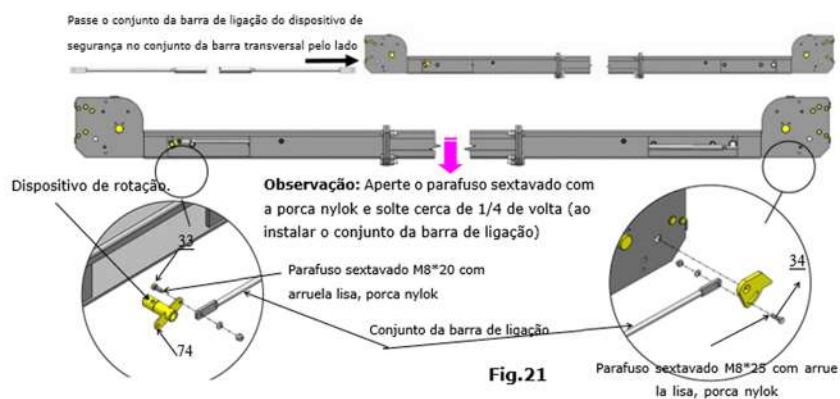

Fig.21
3. Parafuse o conjunto da barra de ligação do dispositivo e segurança no conjunto da barra transversal. Certifique-se que o dispositivo de segurança esteja funcionando bem. Ver fig. 21.